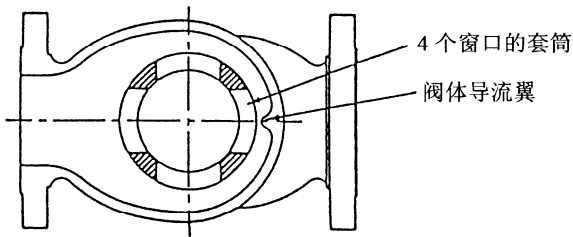

图 15. 阀芯尺寸 3B 以下
(1) 套筒的安装
将阀座垫圈⑨、阀座③按顺序装好后，把套筒④安装在阀座的定位台阶上。此时套筒窗口的位置请参照图 15, 16 所示方向。